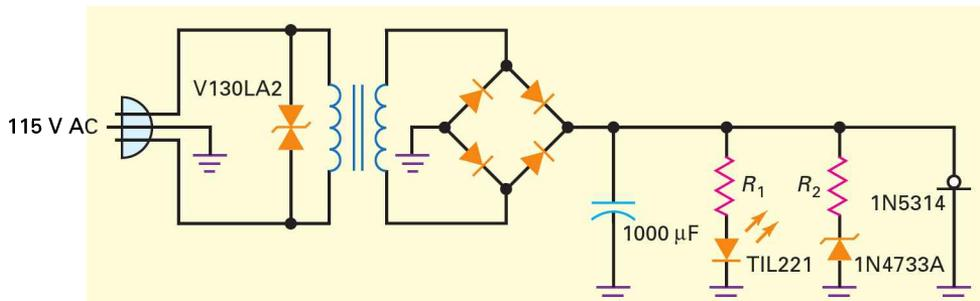

Figure 5.45
5.24 Dans le montage de la figure 5.45, les LED ne brillent pas. Parmi les défauts suivants, lesquels sont possibles :
- 5.33** D'après la figure 5.45, la tension secondaire est $12,6 V_{\text{eff}}$ quand la tension secteur est $115 V_{\text{eff}}$. Pendant la journée, la puissance délivrée varie de $\pm 10 \%$, les résistances sont à $\pm 5 \%$. La diode 1N4733A a une tolérance de $\pm 5 \%$ et une résistance Zener 7Ω . Si R_2 vaut 560Ω , quelle est la valeur maximale possible du courant Zener à tout moment de la journée ?
- 5.34** D'après la figure 5.45, la tension secondaire est $12,6 V_{\text{eff}}$ et la chute de tension directe $0,7 V$ pour chaque diode. La 1N5314 est une diode à courant constant de $4,7 \text{ mA}$. Le courant de la LED est de $15,6 \text{ mA}$ et le courant Zener de $21,7 \text{ mA}$. Le condensateur de filtrage a une tolérance de $\pm 20 \%$. Quelle est la valeur crête à crête maximale de l'ondulation ?